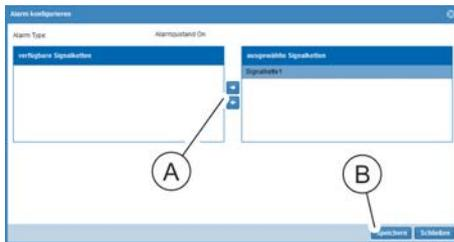

Abb. 195: Fenster "Alarm konfigurieren"
- 7.** Im Fenster "Alarm konfigurieren" eine Signalkette auswählen und über die Schaltfläche „→“ (Abb. 195/Ⓐ) ins Feld „ausgewählte Signalketten“ schieben. Auswahl über die Schaltfläche „Speichern“ (Abb. 195/Ⓑ) bestätigen.